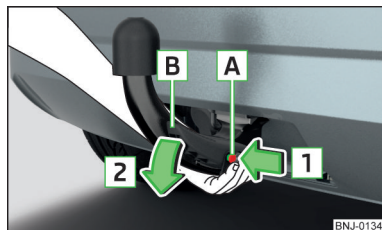

Fig. 160
- Afferrare la testa sferica dal basso » fig. 160.